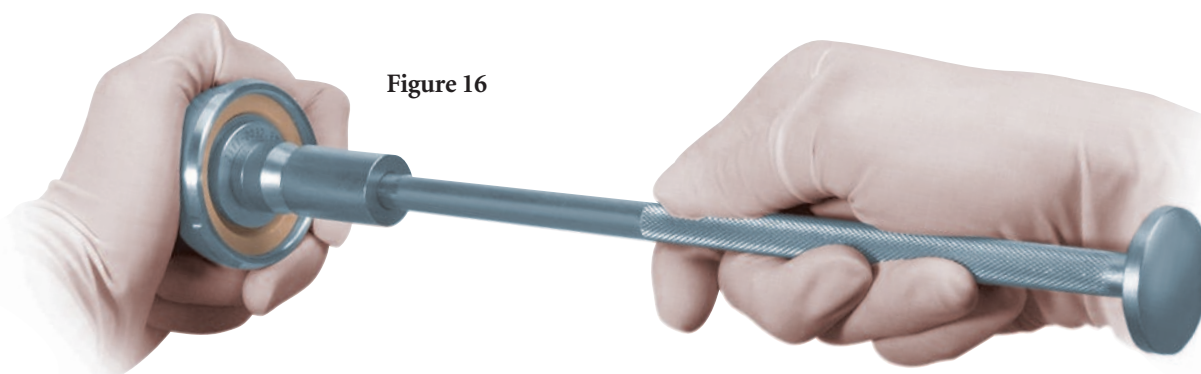

Figure 16
3. Placer l'insert en polyéthylène ou en céramique dans l'embout du positionneur et presser fermement pour le fixer convenablement (**Figure 16**).